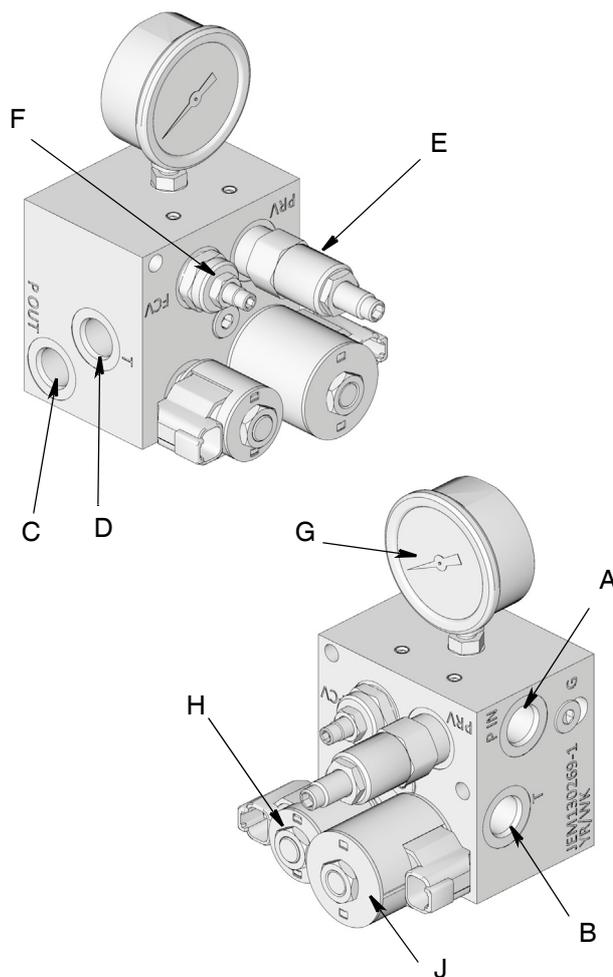
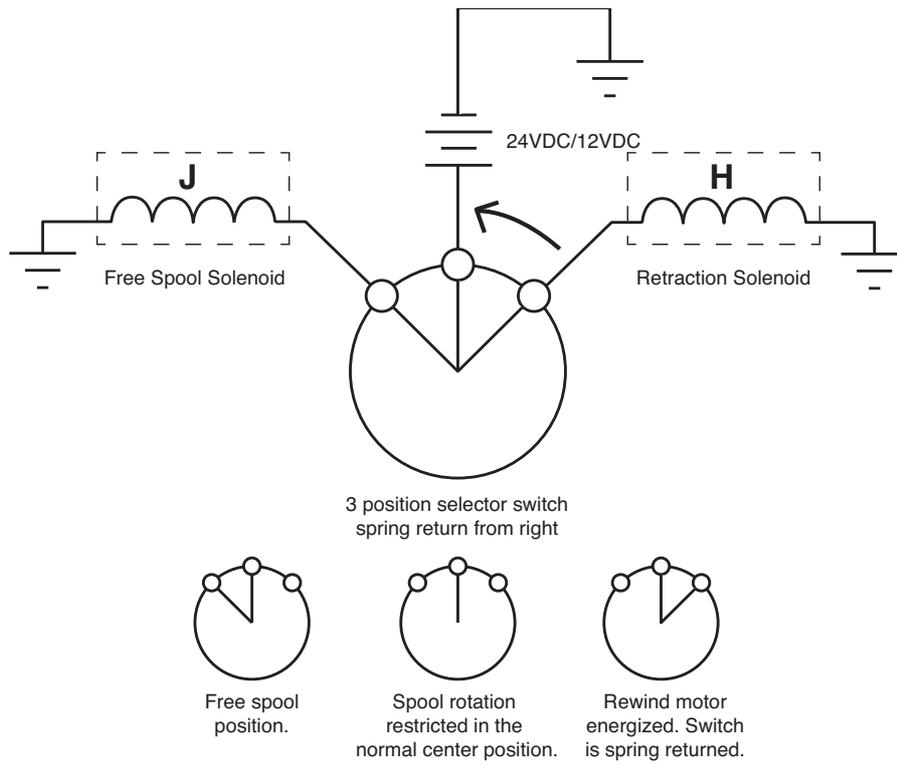
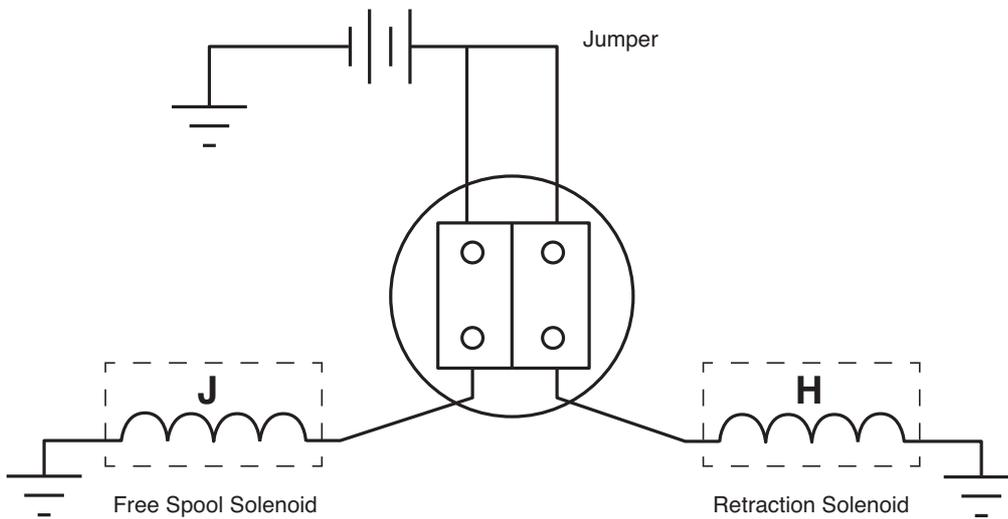

FIG. 19
FIG. 20
FIG. 21
1. Installare il controllo idraulico (Graco PN 127224 - 12 V o 127225 - 24 V. Consultare Kit vari, pagina 41) (FIG. 19).
- a. Collegare l'alimentazione idraulica all'ingresso della pressione idraulica (A).
- b. Collegare il flessibile di ritorno del serbatoio alla porta del serbatoio (B).
- c. Collegare l'uscita della pressione idraulica (C) all'ingresso del motore idraulico adeguato sulla bobina per il senso di rotazione desiderato.
- d. Collegare il ritorno del serbatoio (D) alla porta rimanente sul motore della bobina.
2. Collegare l'interruttore ai solenoidi sul modulo di controllo idraulico come mostrato in (FIG. 20 e FIG. 21).
- Motori idraulici - Invertire le parti ingresso e ritorno alle linee del serbatoio sul motore idraulico (FIG. 19, pagina 26).